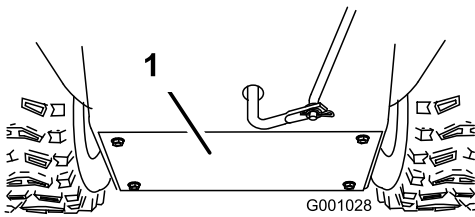

Bild 42
3. Entfernen Sie die hintere Abdeckung (Bild 42).